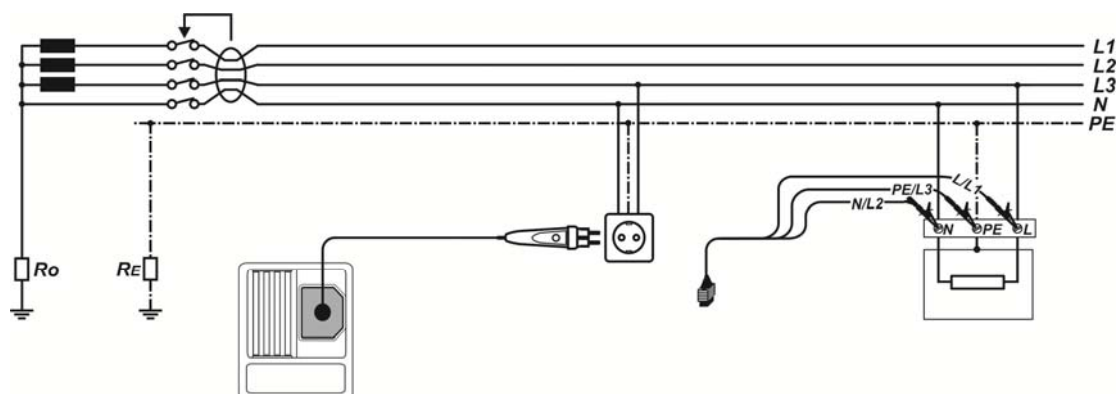

Рисунок 5.13: Подключение штепсельного щупа «plug commander» и 3-проводного тестового кабеля
- ❑ **Подключите** измерительные щупы к тестируемому устройству (см. Рисунок 5.13: Подключение штепсельного щупа «plug commander» и 3-проводного тестового кабеля).
- ☐ **Подключите** измерительные щупы к тестируемому устройству (см. Рисунок 5.13: Подключение штепсельного щупа «plug commander» и 3-проводного тестового кабеля).
- ☐ **Подключите** измерительные щупы к тестируемому устройству (см. *Рисунок 5.13: Подключение штепсельного щупа «plug commander» и 3-проводного тестового кабеля*)
☐ Выберите функцию RCD при помощи кнопок переключателя функций. ☐ Выберите подфункцию AUTO. Классификация результатов измерения $I_{\Delta n}$ УЗО будет осуществляться одновременно с сохранением. Автоматическая проверка AUTO осуществляется одинаково независимо от выбранной подфункции. Тем не менее, важно выбрать соответствующую подфункцию, чтобы классифицировать правильно результаты измерений для учета в проверочной документации (отчетах об испытаниях). ☐ Установите тестовые параметры (при необходимости). ☐ Подключите испытательный кабель к прибору. ☐ Подключите измерительные щупы к тестируемому устройству (см. Рисунок 5.13: Подключение штепсельного щупа «plug commander» и 3-проводного тестового кабеля ☐ ☐ Для проведения испытаний нажмите на кнопку ПРОВЕРКА (TEST).	Начало испытаний